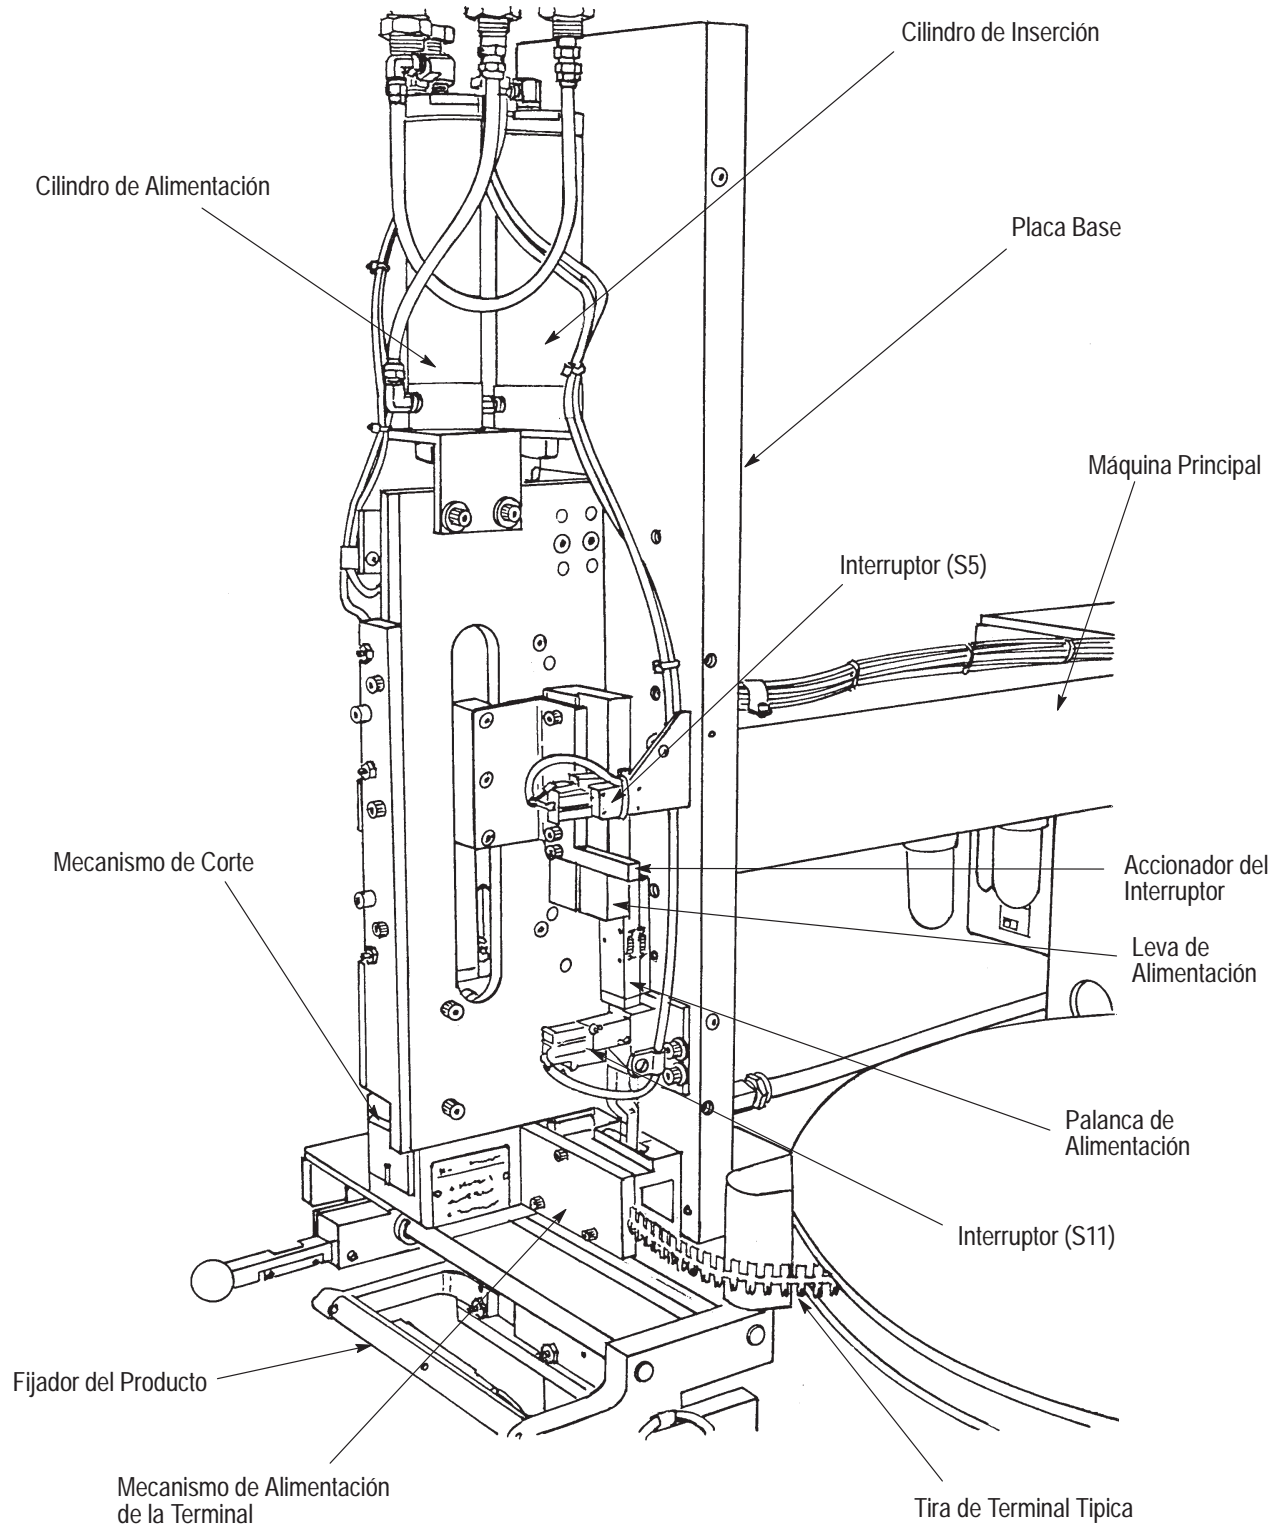

Figura 2-1. Localización de los Componentes del Módulo Típico (lado derecho)
2.1. Descripción Física (Figura 2-1)